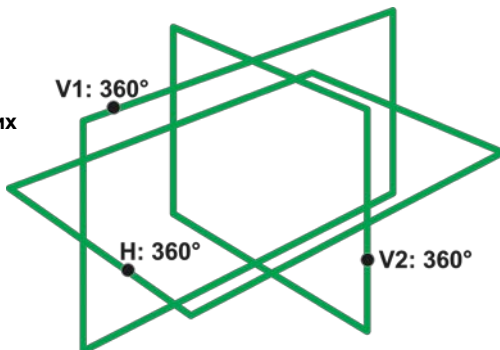

Рисунок 3
3.4 Схематичне зображення спросткованих променів (дивіться рисунок 3)